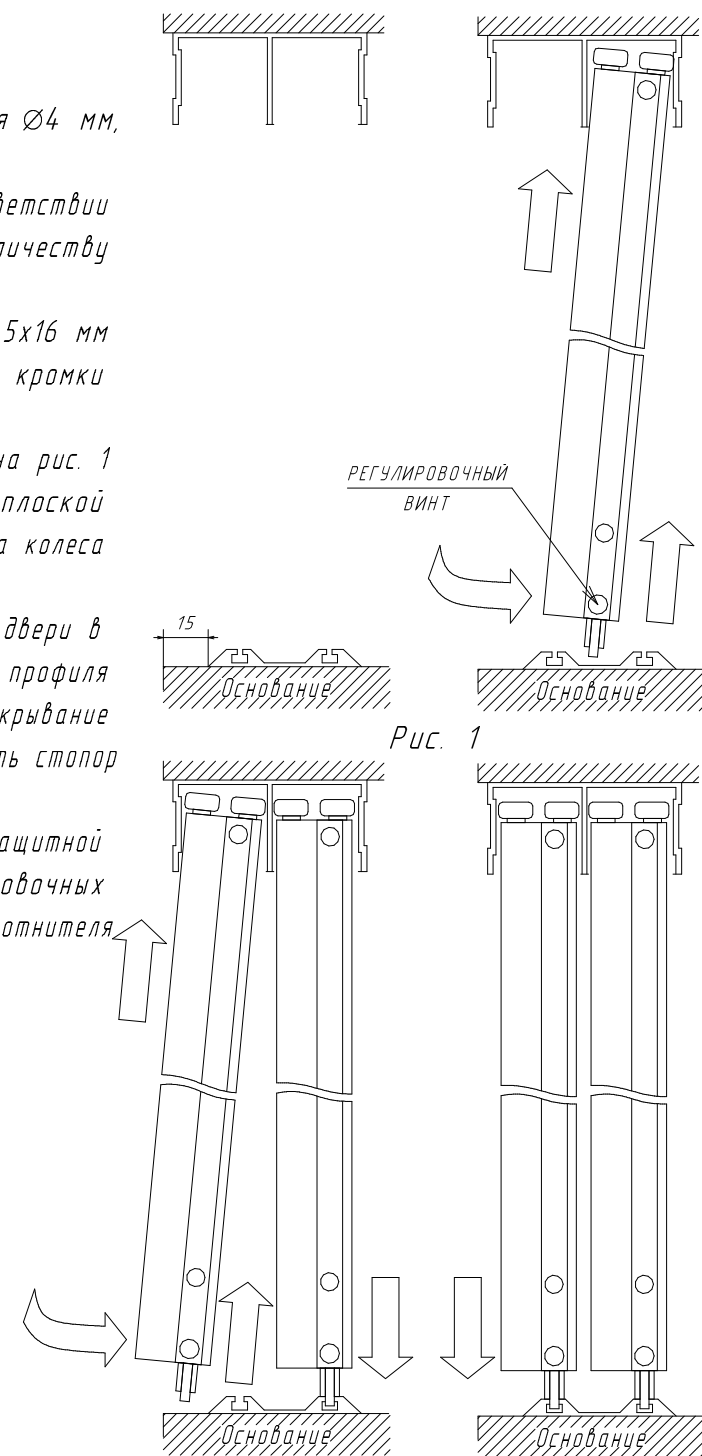

Рис. 1
4. Установить двери-купе в последовательности изображенной на рис. 1.